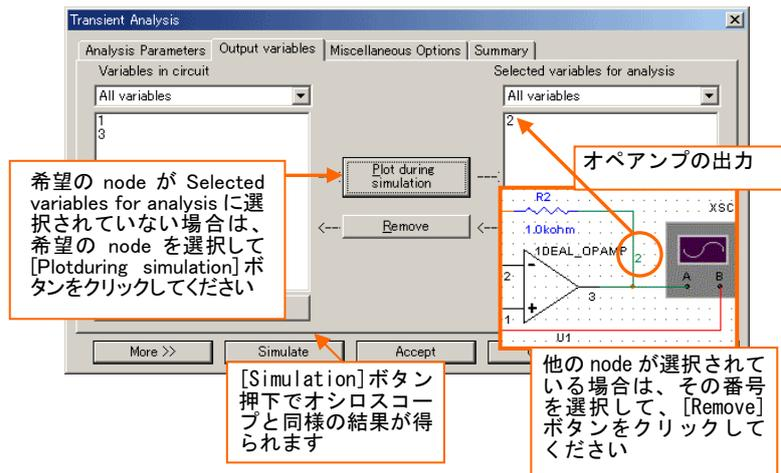

図 10 Output variables の画面
- ・ Output variables タブを選択してください。図10のように設定してください。